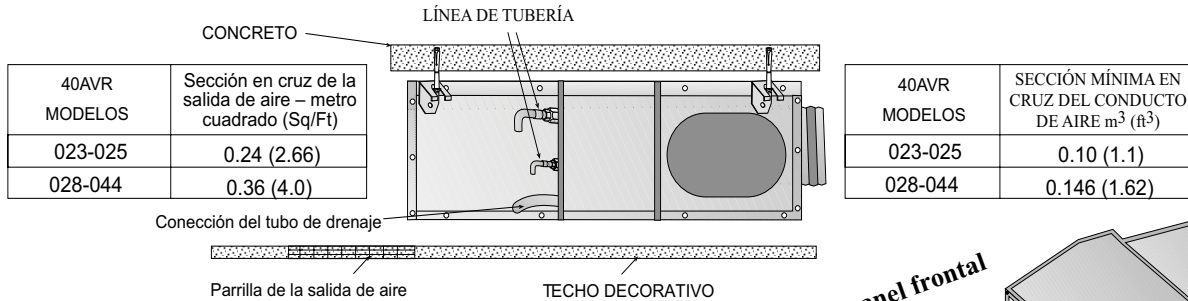

Fig. 7
4. Información de instalación típica (ver Fig. 7):